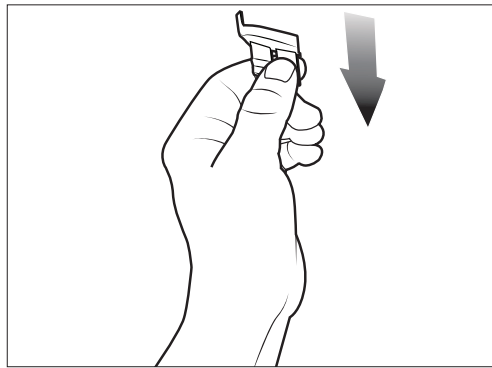

Figure 13. Retirer la brosse
Saisir la brosse fermement et la tirer vers le bas loin du nettoyeur (Figure 13).
- Ranger le nettoyeur sur le côté ou sur le dos pour prévenir tout dommage au niveau de la turbine et des brosses (Figure 13).